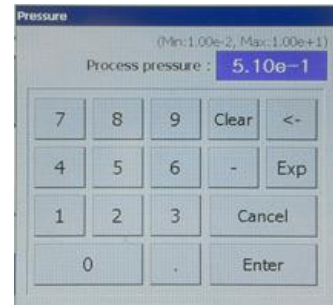

Fig. 2
3. Pressure button : 이 버튼을 클릭하면 다음의 팝업 창(Fig.2)이 뜹니다. Process pressure 값을 입력하고 "Enter"를 누르면 입력된 값이 저장되고 메인 화면으로 돌아갑니다. 메인 화면의 "Pressure" 라고 표시된 란에 현재압력(Current)과 입력된 process pressure값이 나타납니다.